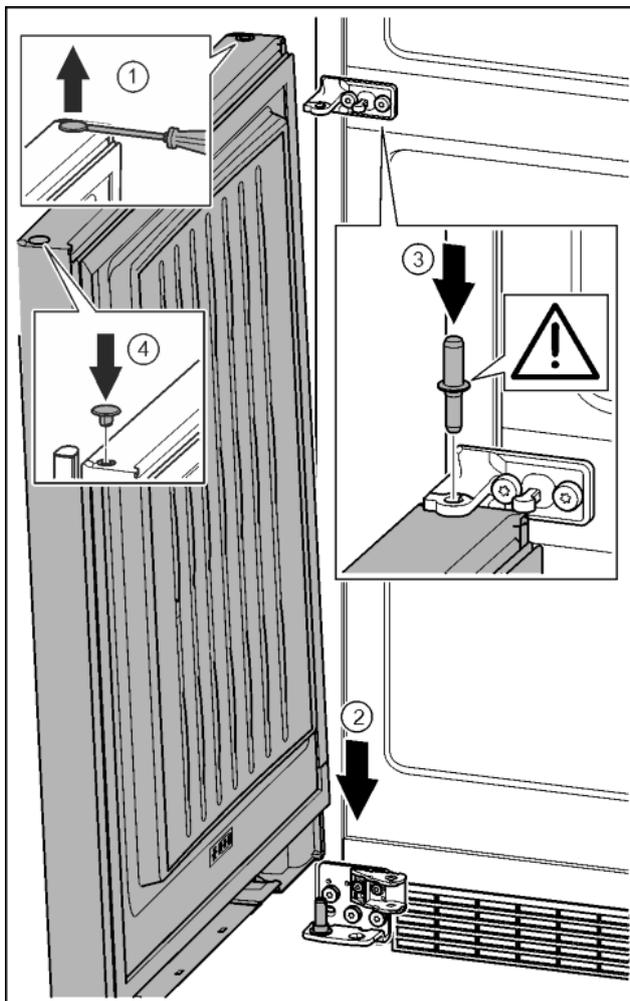

Fig. 40
- ▶ Con un cacciavite sollevare con attenzione i tappi ed estrarli. Fig. 40 (1)
- ▶ Appoggiare la porta dall'alto sul perno di supporto inferiore. Fig. 40 (2)
- ▶ Inserire il perno di supporto centrale attraverso il blocco di supporto nella porta inferiore. Prestare attenzione che l'arresto sia rivolto verso il lato posteriore. Fig. 40 (3)
- ▶ Inserire nuovamente i tappi sull'altro lato della porta. Fig. 40 (4)